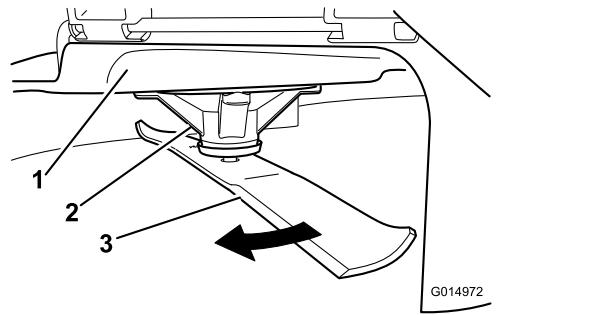

Figure 57
2. Enfilez des gants épais ou utilisez une autre protection adéquate pour les mains, et faites tourner la lame lentement jusqu'à une position permettant de mesurer la distance entre le tranchant et la surface plane sur laquelle se trouve la machine (Figure 57).